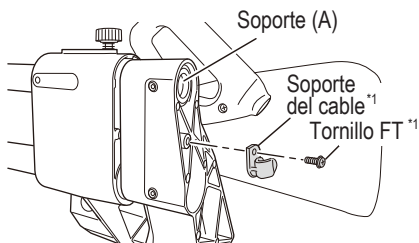

Fig. 56
- (1) Con un destornillador Phillips, fije firmemente el gancho al soporte (A) con el tornillo. (Fig. 56)